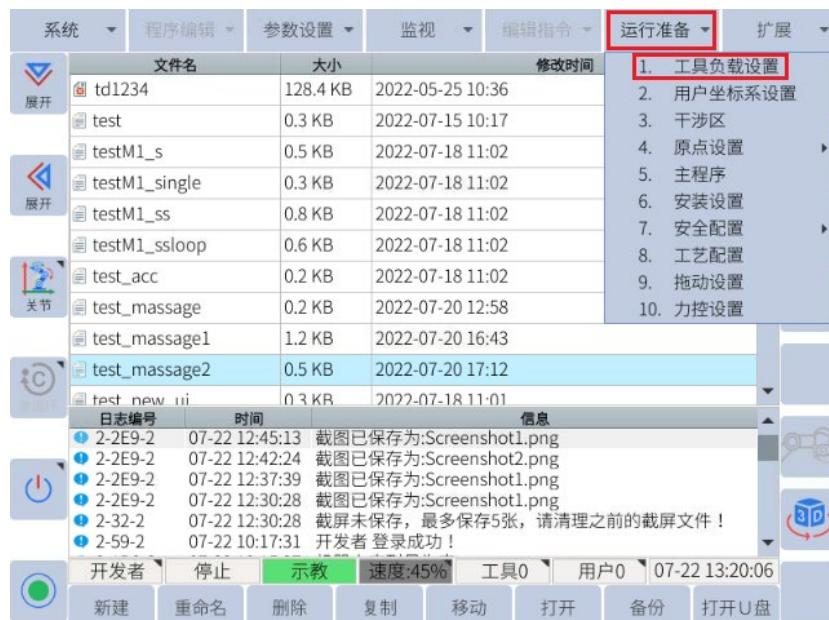

图 6-30：顶部菜单栏“运行准备-&gt;工具负载设置”
a. 点击顶部菜单栏中的运行准备->工具负载设置，进入工具号界面，如图6-30所示：